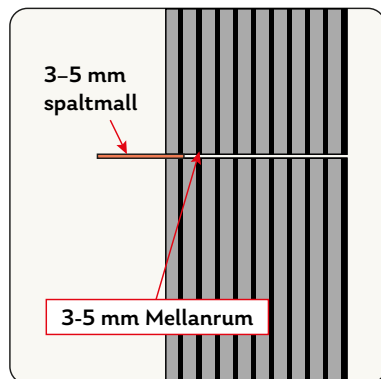

Bild 11.
- Mellanrummet som ska lämnas mellan panelernas ändar tenderar lätt att variera om det mäts för hand. Använd därför till exempel en 3 mm plywoodbit som avståndsmätare (se bild 11).
- The gap between panel ends can easily vary if measured by hand only. To keep it consistent, use a 3 mm plywood spacer as a gauge (see figure 11).